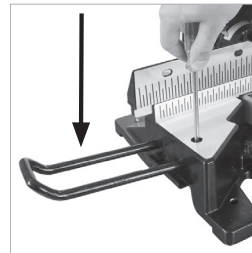

Abb. 44b
- Ziehen Sie die Halteschraube an. (Abb. 44b)